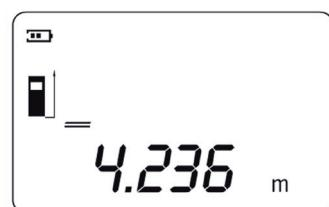

Abb. 5
4. Die Länge wird in der untersten Zeile der Anzeige in großen Ziffern angezeigt, und der Laser wird ausgeschaltet (Abb. 5).